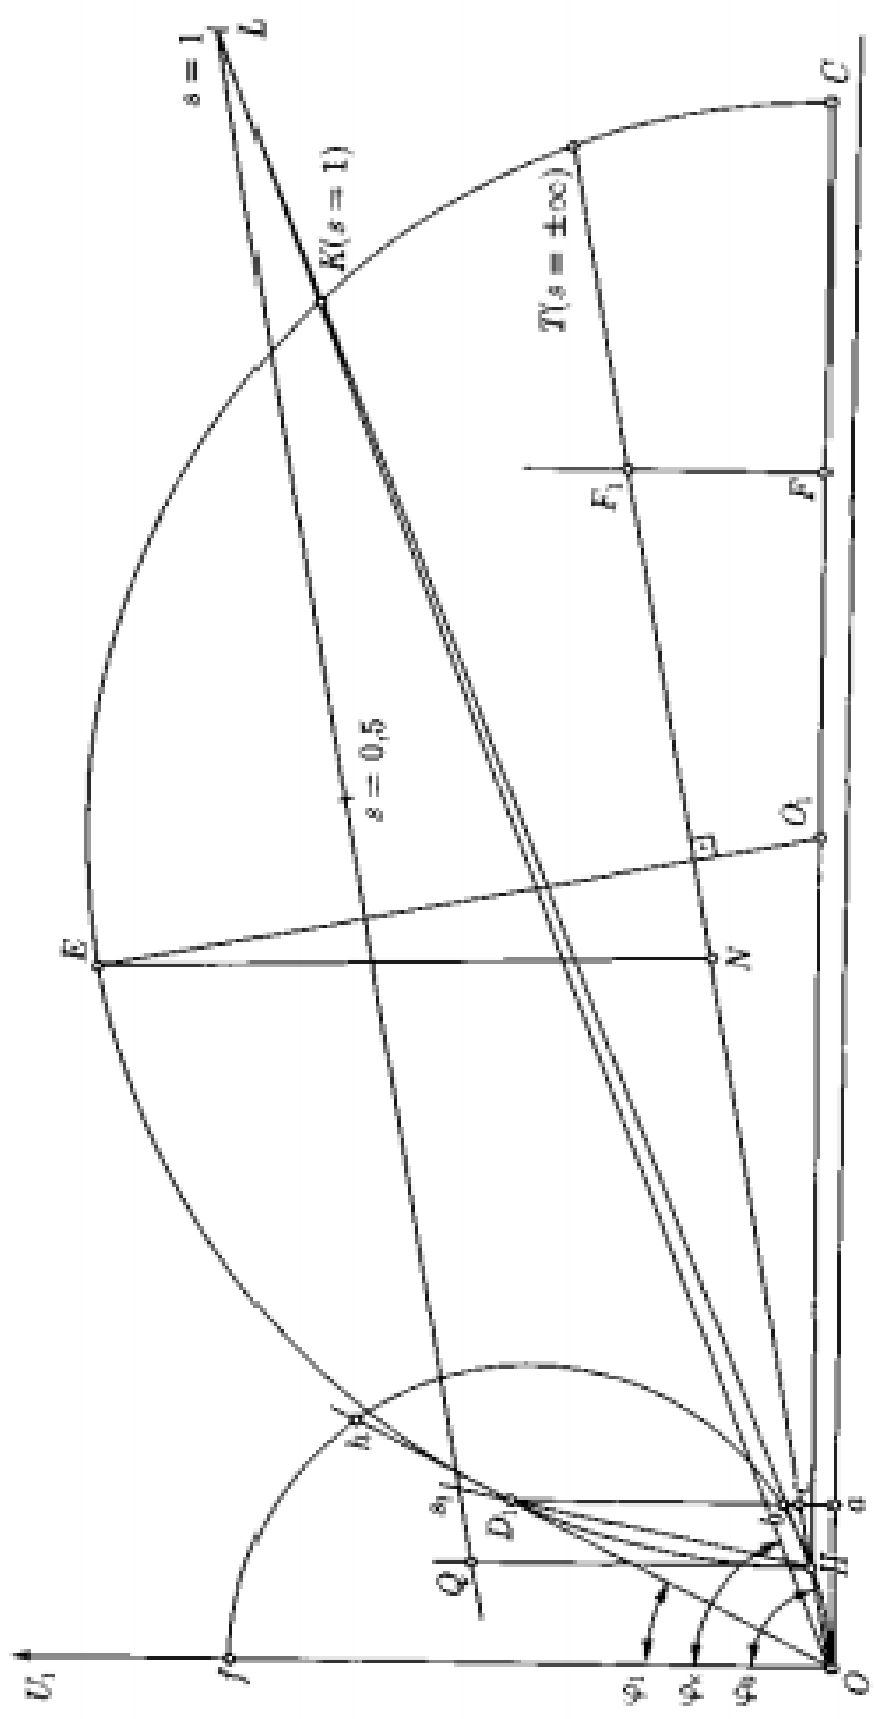

Рис. 3.11. Круговая диаграмма асинхронного двигателя
1. Углы фазового сдвига токов холостого хода $I_{0\text{ф}}$ и короткого замыкания $I_{1\text{к}}$ относительно напряжения $U_{1\text{ф}}$ (рис. 3.11):